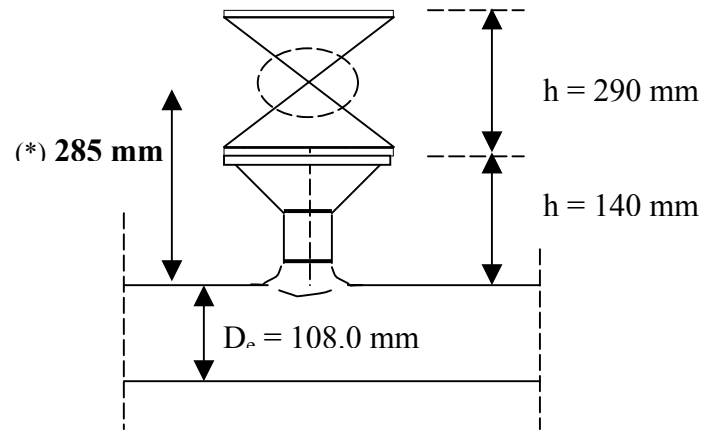

Fig. 2
Dalla tabella allegata si ricava lo scartamento (L) di una valvola flangiata di **DN 65** (il diametro nominale corrisponde approssimativamente al diametro interno) pari a 290 mm. Quindi l'altezza della mezzeria del volantino dalla generatrice superiore del collettore sarà data dall'altezza del bocchello + metà dello scartamento della valvola (fig.2) :